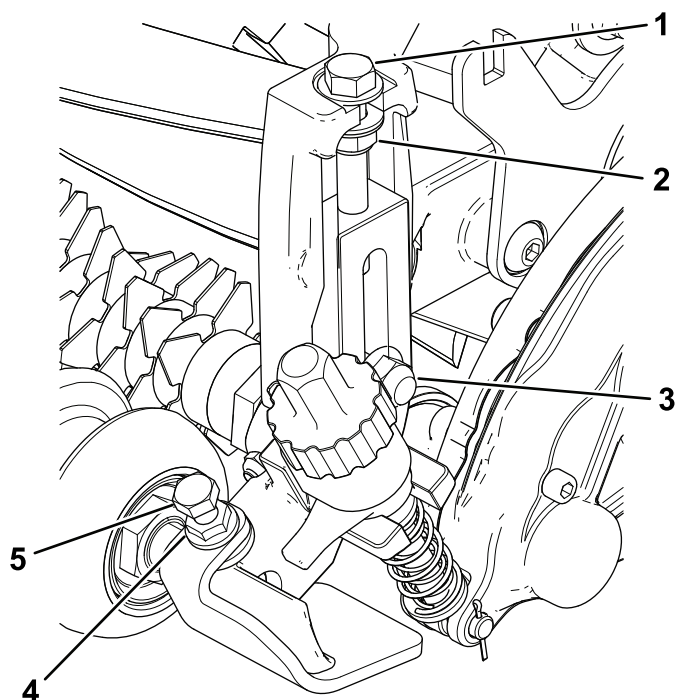

Figure 14
4. Retirez les boulons de carrosserie et contre-écrous qui fixent les supports de hauteur de coupe aux plaques latérales (Figure 14).
5. Serrez le contre-écrou sur le boulon de réglage de hauteur de coupe, puis desserrez-le d'un demi-tour (Figure 14).
6. Centrez le rouleau avant entre les supports de hauteur de coupe et fixez-le en place avec les vis et les écrous à embase (Figure 14).